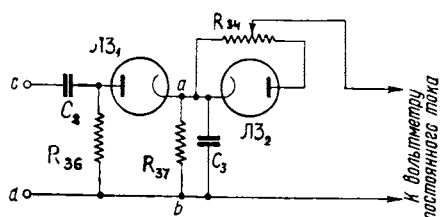
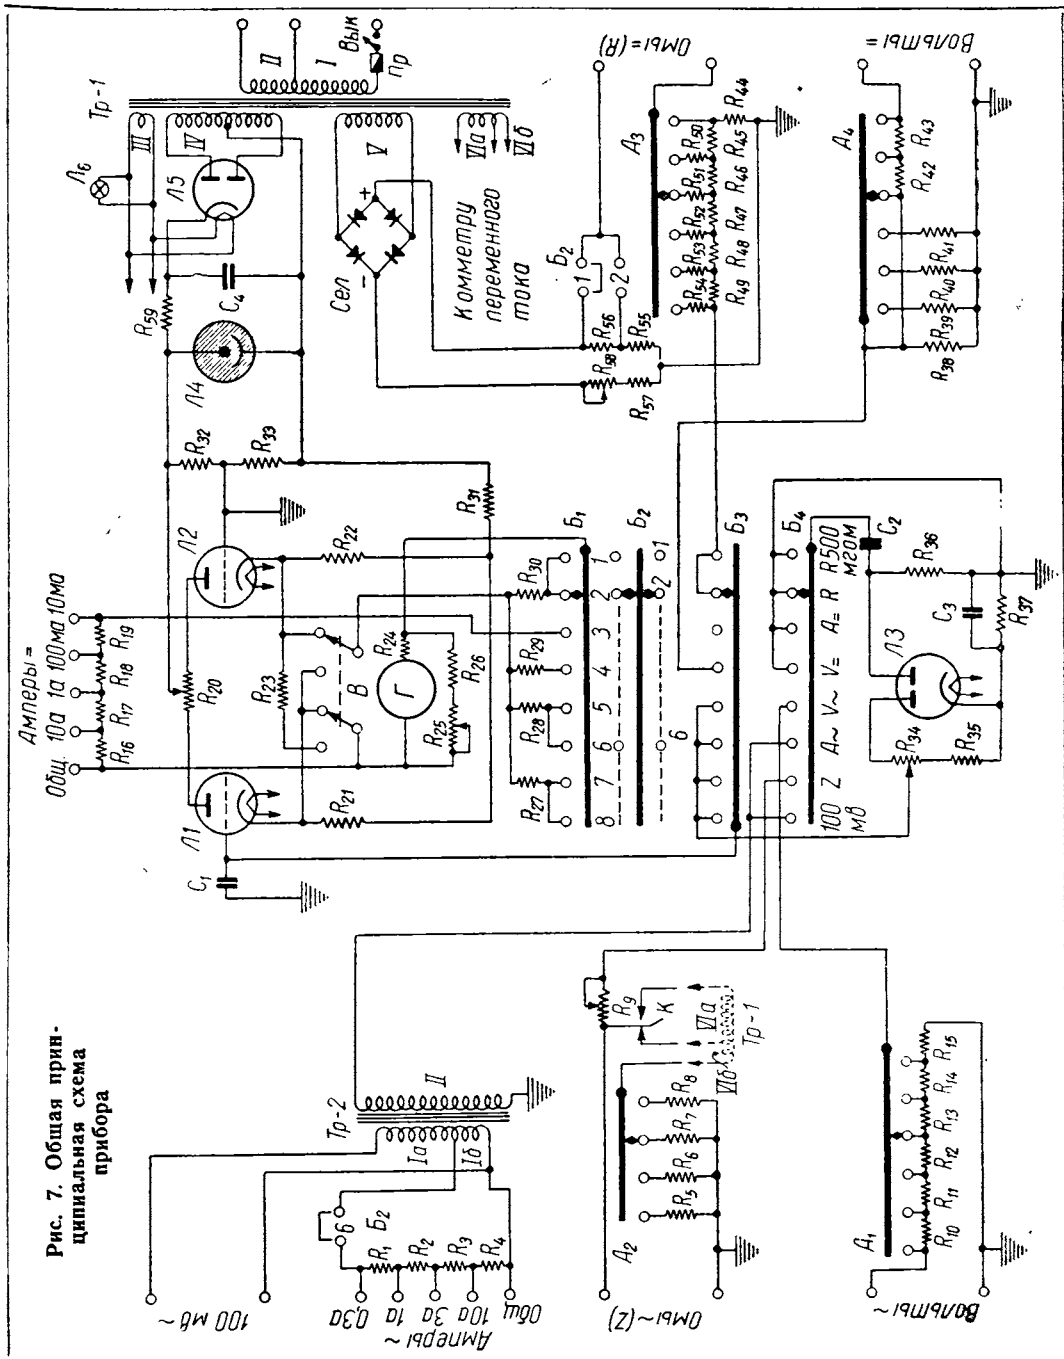

Рис. 4. Принципиальная схема детектора
Рис. 7. Общая принципиальная схема прибора
В реальную схему лампового вольтметра (см. рис. 7) включен еще ряд сопротивлений, которые служат для выравнивания шкалы прибора (R_{23}), снижения температурной погрешности (R_{24}) и заводских регулировок ($R_{25} - R_{30}$). Переключателем B можно заземлять по желанию $+$ или $-$ на входных гнездах вольтметра. Измерение переменных токов и напряжений требует, как уже было указано, включения перед ламповым вольтметром постоянного тока какого-либо детектора, выпрямляющего измеряемое напряжение. Твердые выпрямители (меднозакисные и др.) не обеспечивают длительного сохранения высокой точности прибора. Поэтому применен ламповый детектор с двойным диодом 6Х6. Его принципиальная схема дана на рис. 4. Один диод ($ЛЗ_1$) использован в качестве детектора. Измеряемое напряжение через конденсатор C_2 подается на входное сопротивление R_{36} . Посредством диода $ЛЗ_2$ оно выпрямляется, и часть выпрямленного напряжения, падающая на сопротивлении R_{37} , передается на вольтметр постоянного тока.
Вследствие этого на сопротивлении R_{37} появится постоянное напряжение, которое, будучи передано на вход вольтметра постоянного тока, приведет к уходу стрелки с нуля и внесет ошибку в измерение. Для борьбы с этим использована вторая половина диода $ЛЗ_2$. Как видно из схемы, она нагружена на сопротивления $R_{34} - R_{35}$. На этих сопротивлениях за счет энергии вылета электронов также появится постоянное напряжение. Схема (см. рис. 4) построена так, что это напряжение тоже введено в цепь входа вольтметра постоянного тока, но навстречу напряжению на R_{37} . Поэтому для каждого экземпляра двойного диода можно подобрать такое положение движка R_{34} , при котором сумма этих двух напряжений будет равна нулю. Благодаря тому, что в качестве компенсационной лампы использован второй диод, однотипный с детектирующим и расположенный вместе с ним в общем баллоне, достигается высокая стабильность схемы и ее малая чувствительность к таким внешним влияниям, как, например, изменение окружающей температуры или напряжения питания и т. п.
Делитель напряжения переменного тока $R_{10} - R_{15}$ (см. рис. 7) построен по весьма простой схеме, не требующей пояснений.
с помощью селенового выпрямителя. Отсутствие батарей значительно повышает удобство работы. Поскольку внутреннее сопротивление выпрямителя не является величиной строго постоянной, а кроме того, в цепи его должно иметься регулировочное сопротивление для установки омметра на нуль при изменении напряжения питания, вся цепь питания зашунтирована малым сопротивлением R_{55} (или $R_{55} + R_{56}$), как изображено на схеме (см. рис. 7). Это позволяет избежать появления ошибок в измерении по причине изменения сопротивлений в цепи питания. Так как омметр рассчитан на весьма широкий диапазон измерений (приблизительно от 1 ом до 500 мгом), то весь диапазон разбит на ряд ступеней и для каждого предела измерений в схему вводится необходимое калиброванное сопротивление ($R_{44} - R_{49}$) с помощью переключателя A_3 .
Чтобы фазовые сдвиги в цепи омметра не вызвали заметных ошибок в измерении, схема построена так, что калиброванное сопротивление ($R_5 - R_8$) (см. рис. 7) всегда оказывается по крайней мере в двадцать раз больше измеряемого сопротивления. Для удобства измерения питающий трансформатор Тр-1 снабжен двумя обмотками, напряжение на которых разнится в двадцать раз. Если порядок величины измеряемого сопротивления неизвестен, то, подключив его к гнездам «Ом — (Z)», прежде всего подбирают с помощью переключателя A_2 необходимый предел измерения, т. е. необходимую величину калиброванного сопротивления. Этот подбор заключается в том, что стрелка прибора приводится в положение между нулем и красной чертой на шкале, соответствующей $1/20$ полного отклонения, затем
Схема узла питания омметра проста (рис. 7) и не требует пояснений.